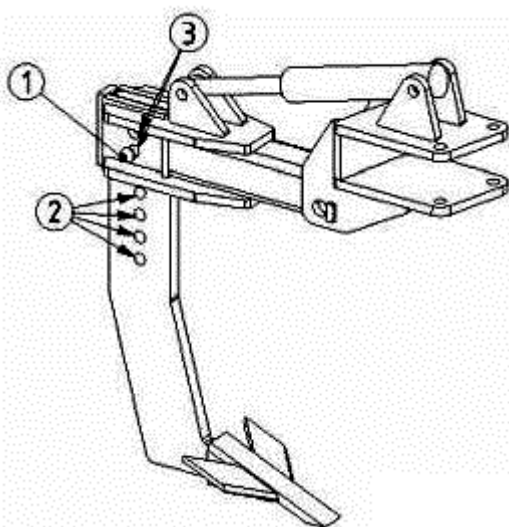

Рисунок 20.
Регулировка рабочей глубины стойки осуществляется путем её перемещения вверх или вниз и фиксации стопорным пальцем (1) (рис. 20) в отверстии (3) кронштейна и выбранным рядом отверстий (2) на стойке, удовлетворяющим величину глубины обработки.